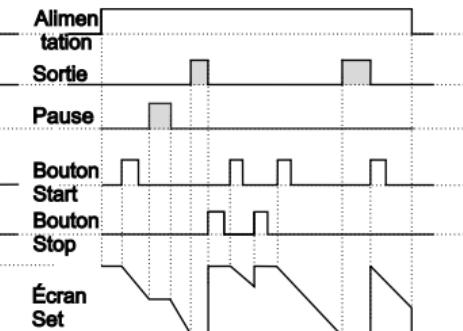

Figure 2.2
2.2.2 Si le décomptage est  $\text{dEct} = 1$  et que  $\text{outF}$  est  $\text{oFF}$ , le schéma de commande sera celui illustré à la figure 2.2